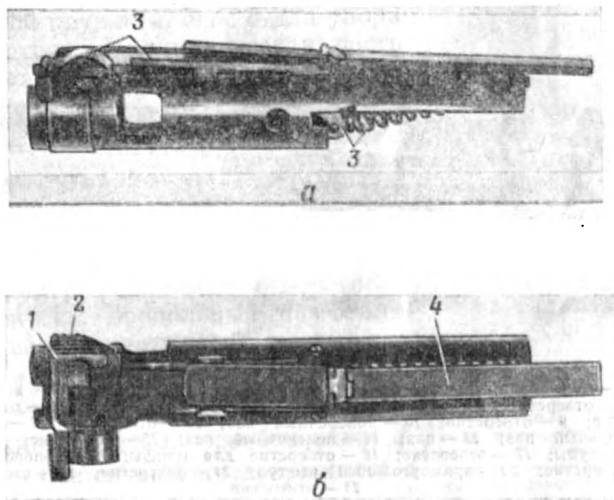

Рис. 12. Коробка собранная:
2.2.1. Коробка собранная (рис. 12) состоит из коробки с накладкой 1 и расположенных на ней деталей и механизмов: предохранителя 2, ударно-спускового механизма 3 и механизма взведения 4.